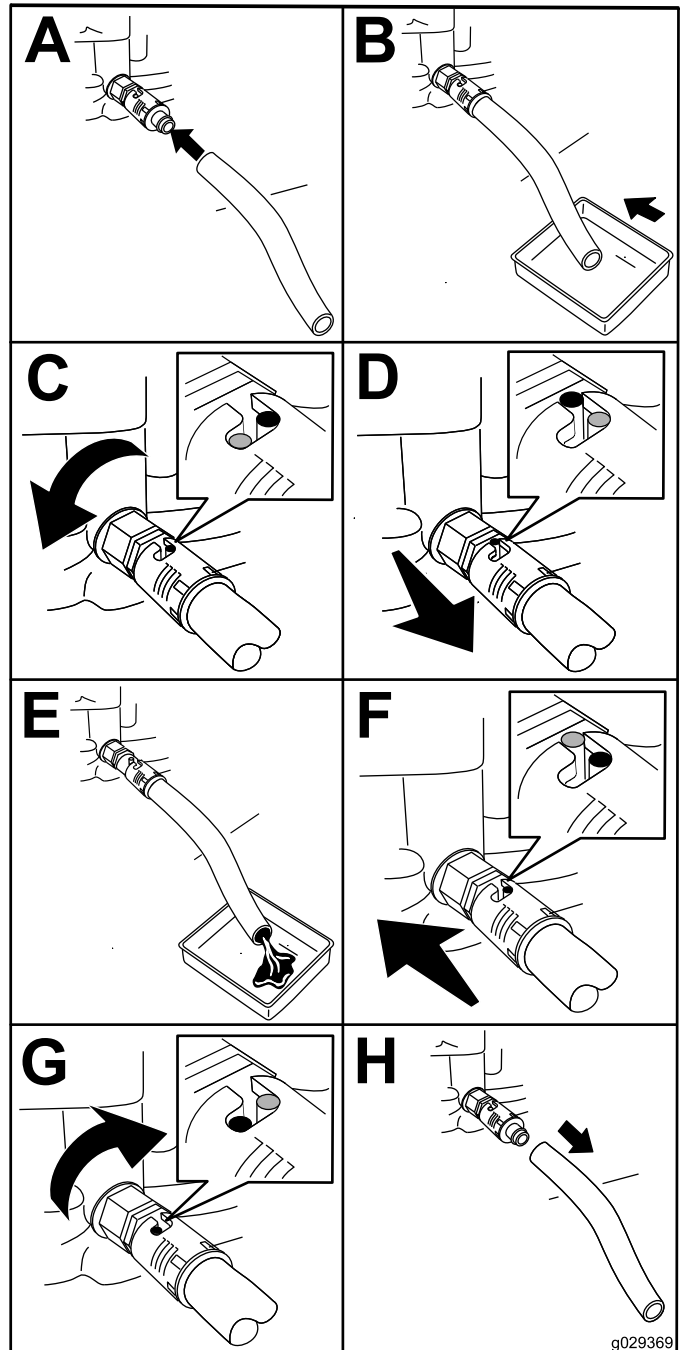

Figura 42
- Spurgate l'olio dal motore (Figura 42).